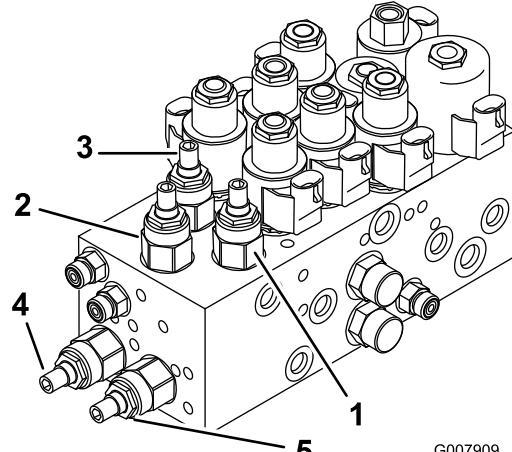
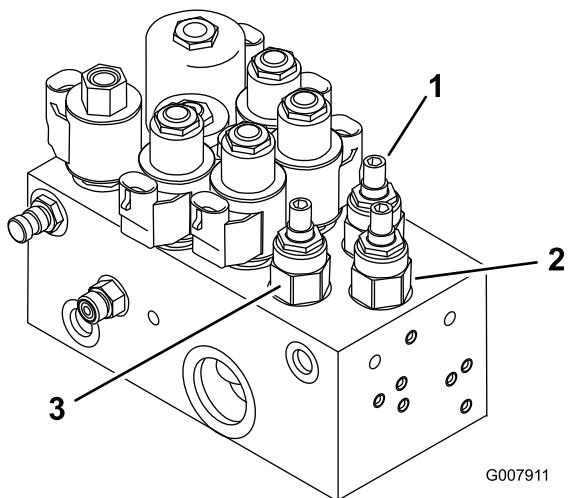

図 87
図 88
1. 昇降マニホールドについているバルブの中から、調整を行いたいカッティングユニットのバルブを探し出す(表図87と図88を参照)。